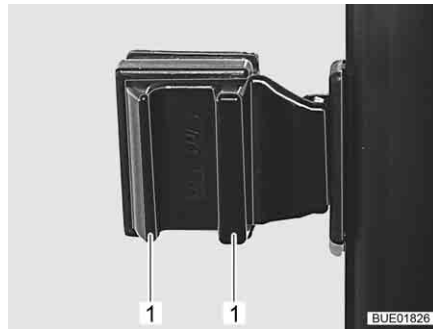

Bild 107 Skjutfönster med trycklås
- Tryck ihop handtagen (Bild 107,1) och håll dem intryckta.